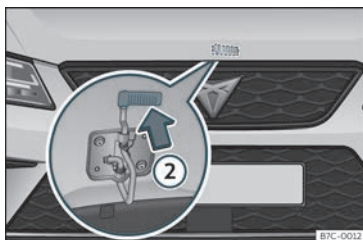

Fig. 255 Came baixo o capou.
- Para levantar o capô faça pressão para cima sobre a alavanca situada debaixo do capô »» **Fig. 255 ②**. O gancho de fixação fica desbloqueado.